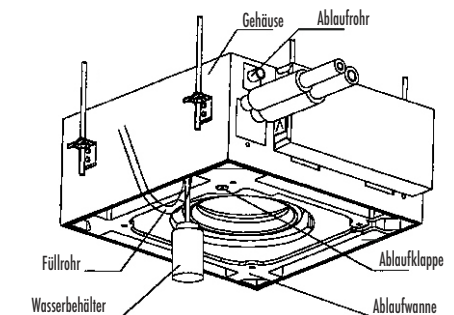

Abbildung 48
- (1) Entfernen Sie die Prüfkappe und füllen Sie über das Füllrohr ungefähr 1500 ml Wasser in den Wasserbehälter. (Siehe Abb. 48)
- (2) Stellen Sie den Strom an, und lassen Sie das Klimagerät im Kühlbetrieb laufen. Achten Sie auf den Ton der Entwässerungspumpe. Prüfen Sie, ob das Wasser richtig abgeleitet wird (abhängig von der Länge der Abwasserleitung kann eine Zeitverzögerung von 1 Minute bis zum Auslauf des Wassers vergehen), und kontrollieren Sie, ob bei den Schlauchverbindungen Wasser austritt.